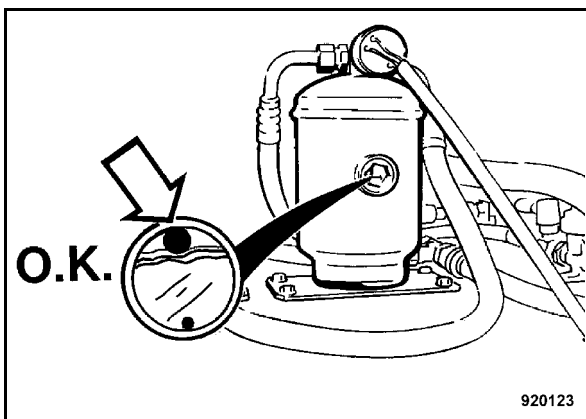

Fig. 173
- Comprobar si el flotador esférico blanco (Fig. 173) se encuentra arriba de todo en el cristal de observación de la unidad secadora / colectora.